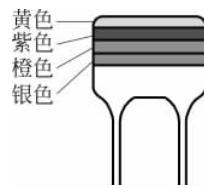

图 3.22 电容器的色标法
(4) 色标法。用不同颜色的色带,按照规定的方法在电容器表面上标注出电容的标称值、允许偏差及工作电压。标称电容量为 $0.047\mu\text{F}$ 、允许偏差 $\pm 10\%$ 的电容器的表示方法如图 3.22 所示,各颜色代表读数如表 3.11 所示。